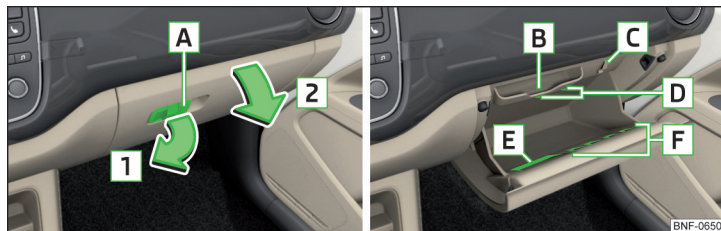

Fig. 71 Abrir el compartimento guardaobjetos/ espacio interior del guardaobjetos
Compartimentos guardaobjetos » fig. 71
- » Si se encuentra un gancho plegable en la palanca de apertura **A** » fig. 71 retirar las piezas de equipaje golgadas del gancho » fig. 73 de la pág. 62.